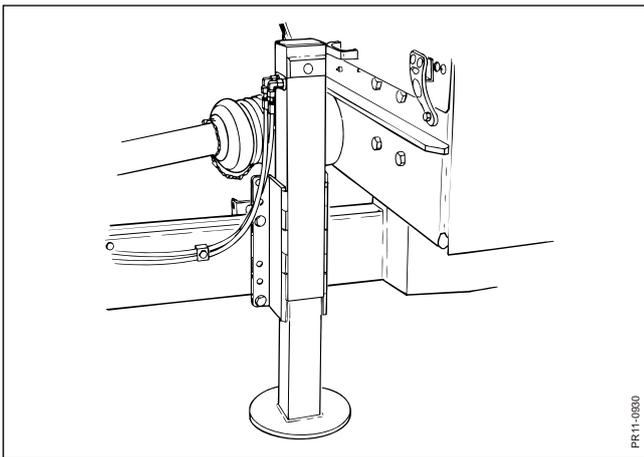

Fig. 4.10
- Fig. 4.10** Una gata hidráulica es opcional (ver el número de repuesto en la lista de repuestos). La gata hidráulica necesita un tractor con conexión hidráulica de acción doble, además de la conexión simple para las demás funciones hidráulicas.